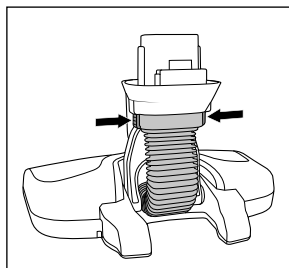

Fig. 17
- ◆ Pulse ambos botones de desencastre 13 del tubo flexible y retire el tubo flexible (consulte la fig. 17).